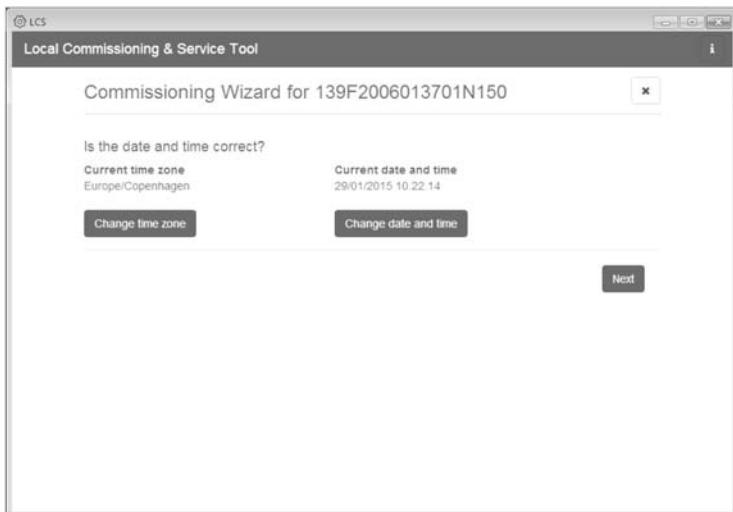

Figura 5.3 LCS-Tool – Verificare data e ora
- 4 Verificare che la data e l'ora siano corrette. In caso contrario, impostare data e ora e continuare. V. figura 5.3.